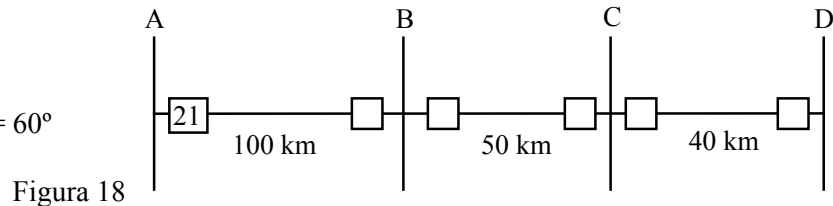

Figura 18
30. En la S/E “A” de la Figura 18 se instala un relé de distancia (21), para proteger la línea de 110 kV en 3 zonas. La impedancia de la línea es de $0,3 \angle 60^\circ \text{ ohm/km}$ y el relé 21 es de tipo GCX, con tres elementos